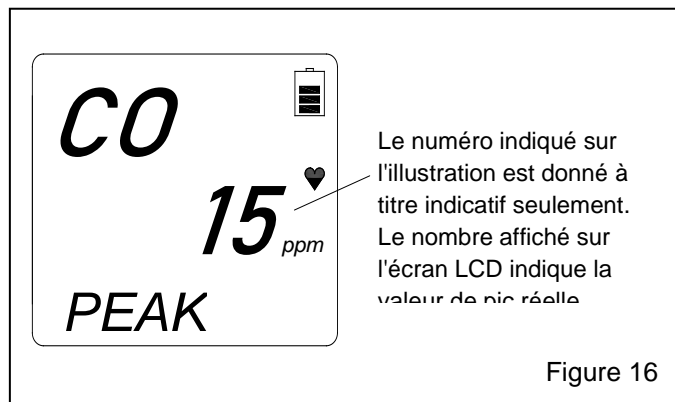

Figure 16
4.3.5.4 Maintenez le bouton POWER/MODE enfoncé jusqu'à ce que PEAK (PIC) apparaisse dans le coin inférieur gauche de l'écran LCD (voir la figure 16).